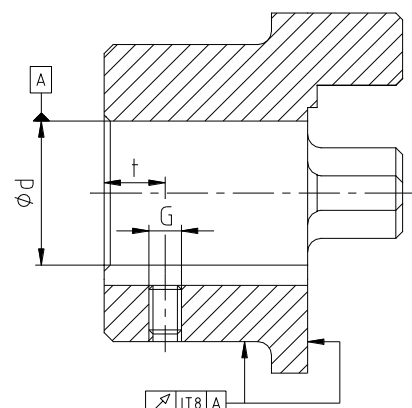

图 9: 径向跳动和轴向跳动
- 如果客户自己加工成品孔, 则必须分别检查轴向同心度和径向跳动(参见 图 9).